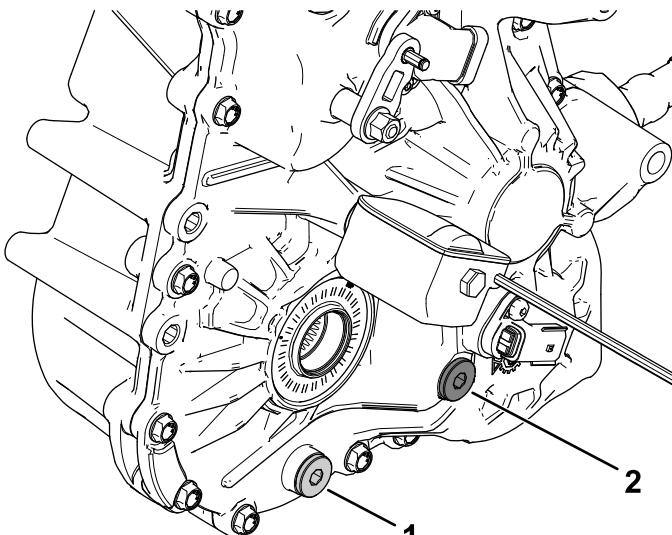

図 104
4. トランスアクスルについている補給プラグを外す **図 104**。
5. オイルの量が少ない場合は、補給プラグを取り、穴からあふれ出てくるまで所定のオイルを補給する **図 104**。
1. ドレンプラグの下にオイルを受ける容器をおく**図 104**。
2. 補給プラグを抜く**図 104**。
- ドレンプラグ 図 104 を外して内部のオイルを全部排出する。